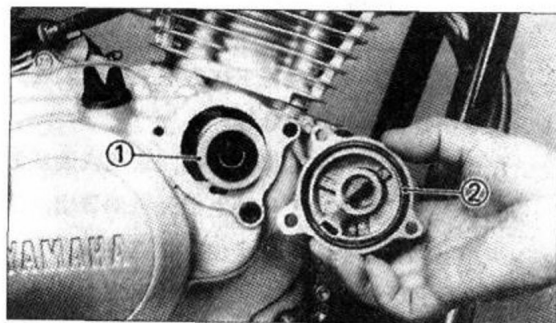

图 1-16
13. 机油滤清器见图 1-16。①为机油滤清器, ②为 O 形密封圈。